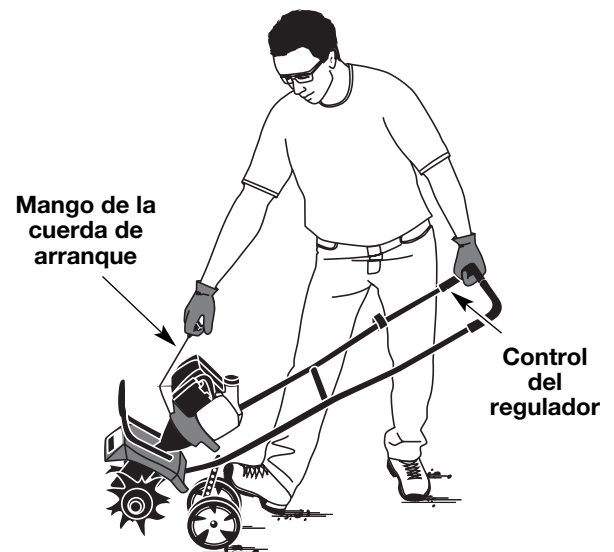

Fig. 12
ADVERTENCIA: Evite los arranques accidentales. Colóquese en posición de inicio cuando tire de la cuerda de arranque (Fig. 12). El operador y la unidad deben estar en una posición estable al arrancar la unidad para evitar graves lesiones personales.
6. Sostenga el regulador y la agarradera con una mano y agarre el cordón de arranque con la otra mano. Use el pie para aguantar el cultivador (Fig. 12).